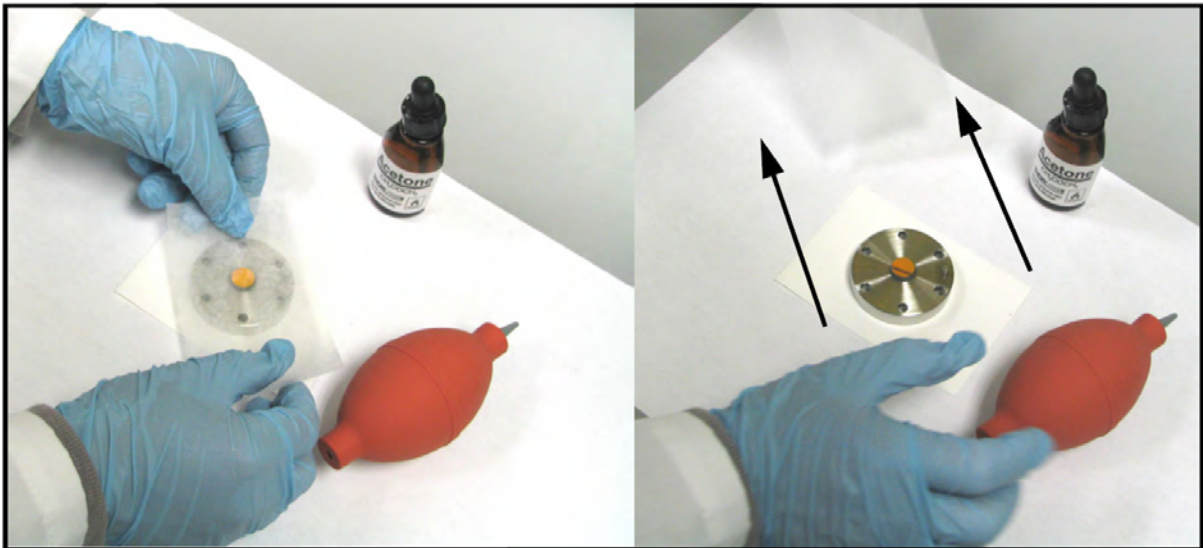

図82：湿らせたレンズティッシュを鏡の表面に沿って引く
8. 湿らせたレンズティッシュを鏡の上に置き、鏡の表面に沿って水平に引きます（図 82 を参照）。